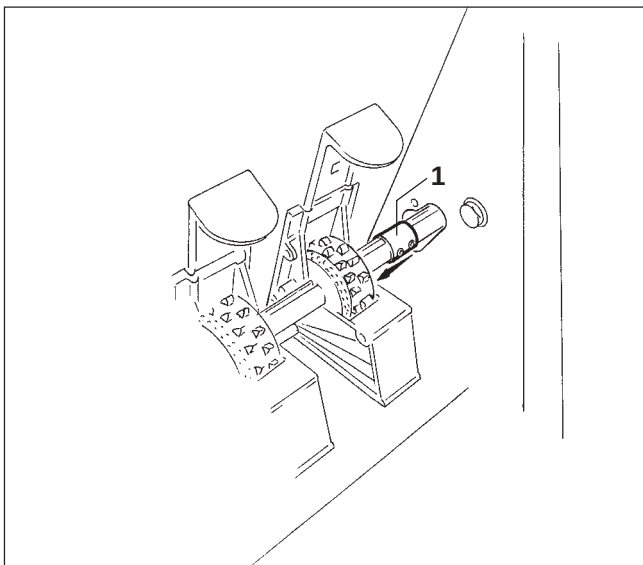

Рис. 7.23
- Валик высевającej аппаратуры соединен с валом редуктора при помощи втулок (Рис. 7.23/1). Открутите шестигранный винт и передвиньте втулку (Рис. 7.23/1) на валике высевającej аппаратуры. При большой ширине захвата валики высевającej аппаратуры разделены и соединены при помощи втулок (Рис. 7.23/1). Втулки соответствующим образом ослабить и передвинуть.
- Соедините валик втулками (Рис. 7.23/1) и закрепите при помощи шестигранных винтов.